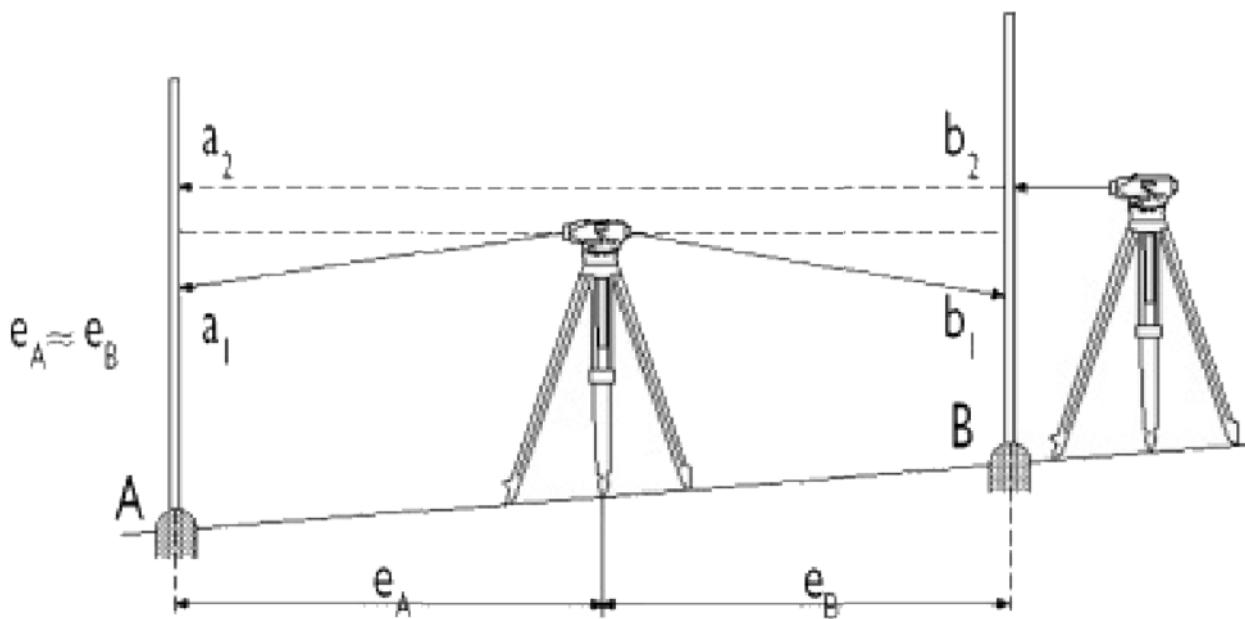

Рисунок 4: Проверка горизонтальности линии визирования
- Проверка: Установите инструмент посередине между двумя рейками, установленными в точках А и В приблизительно на расстоянии 30 - 40 м. Возьмите отсчет a_1 по рейке А и отсчет b_1 по рейке В (см. рисунок 4). Из-за идентичных расстояний, разница по превышениям будет корректна, даже если линия визирования не отьюстирована. Теперь установите инструмент на расстоянии около 2 м от рейки В и возьмите отсчет b_2 . Вычисленное значение $c=b_2+d$ должно быть равно отсчету a_2 по рейке А, если линия визирования отьюстирована.